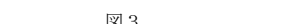

図3
- ・リング,バネウケがハブ ASSY に押付けられているか調べてください。(図3)